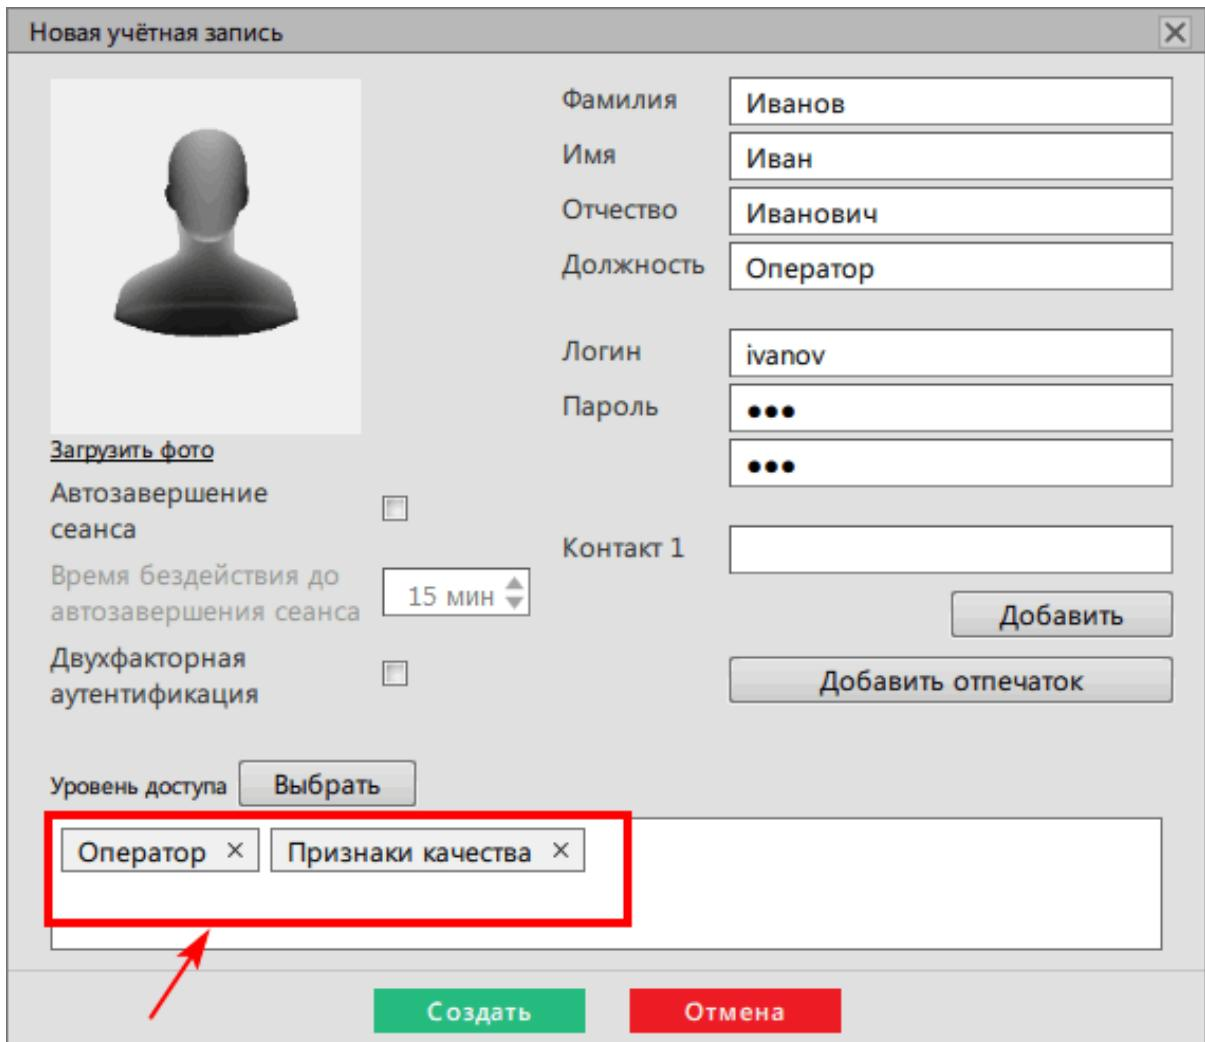

Рисунок 204 - Учетная запись оператора
5. На вкладке Учетные записи к учетной записи оператора добавьте роль из п.4 (Рисунок 204).